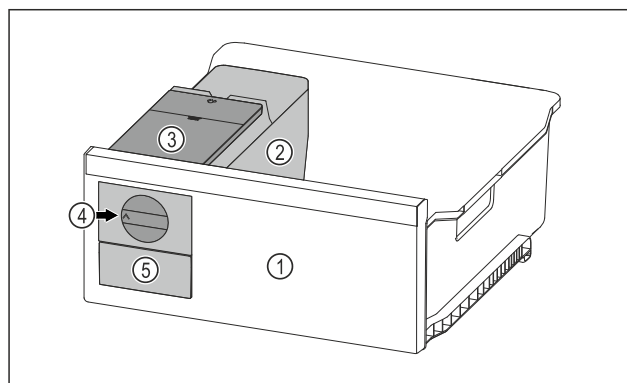

Fig. 150 Ilustrační zobrazení
- ▶ Otočte otočný knoflík Fig. 150 (4) ve směru hodinových ručiček až na doraz.
- ▶ Kostky ledu padají z misky na kostky ledu do zásuvky na kostky ledu Fig. 150 (5). Pokud se ze misky na kostky ledu neuvolní všechny kostky ledu: